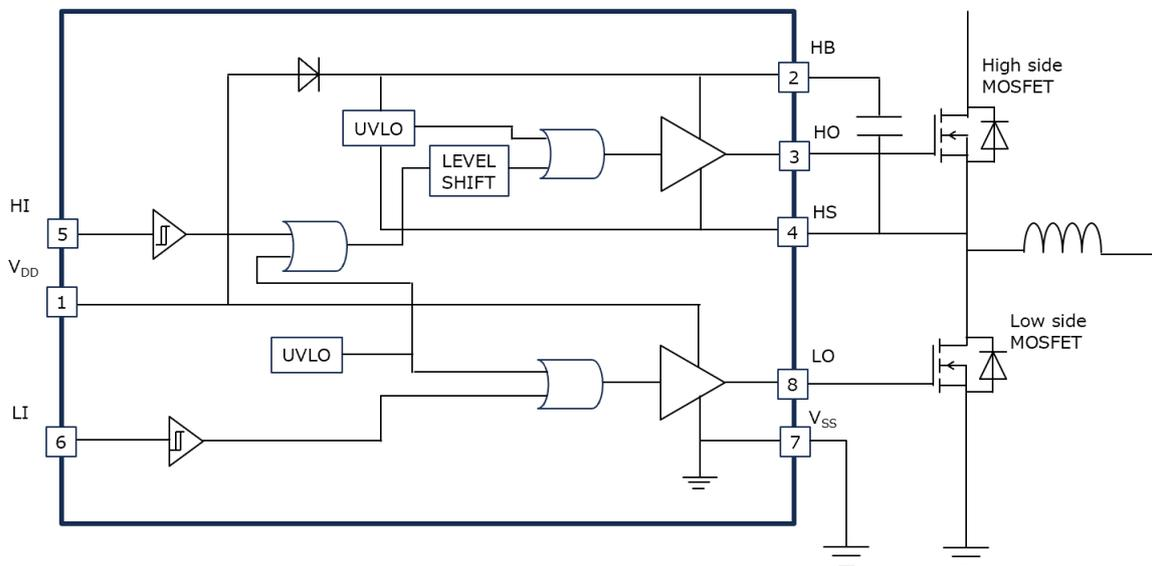

図 4.6 ゲートドライバー IC 接続例
ハイサイド・ローサイド MOSFET はドライバー IC で駆動しています。図 4.6 にドライバー IC の内部回路と外部接続例を示します。本ドライバー IC にはハイサイド・ローサイドの独立した PWM 信号が入力されます。ハイサイド信号はレベルシフト回路によってスイッチノード (HS) を基準とする信号にすることで、HO 出力の制御を可能にしています。